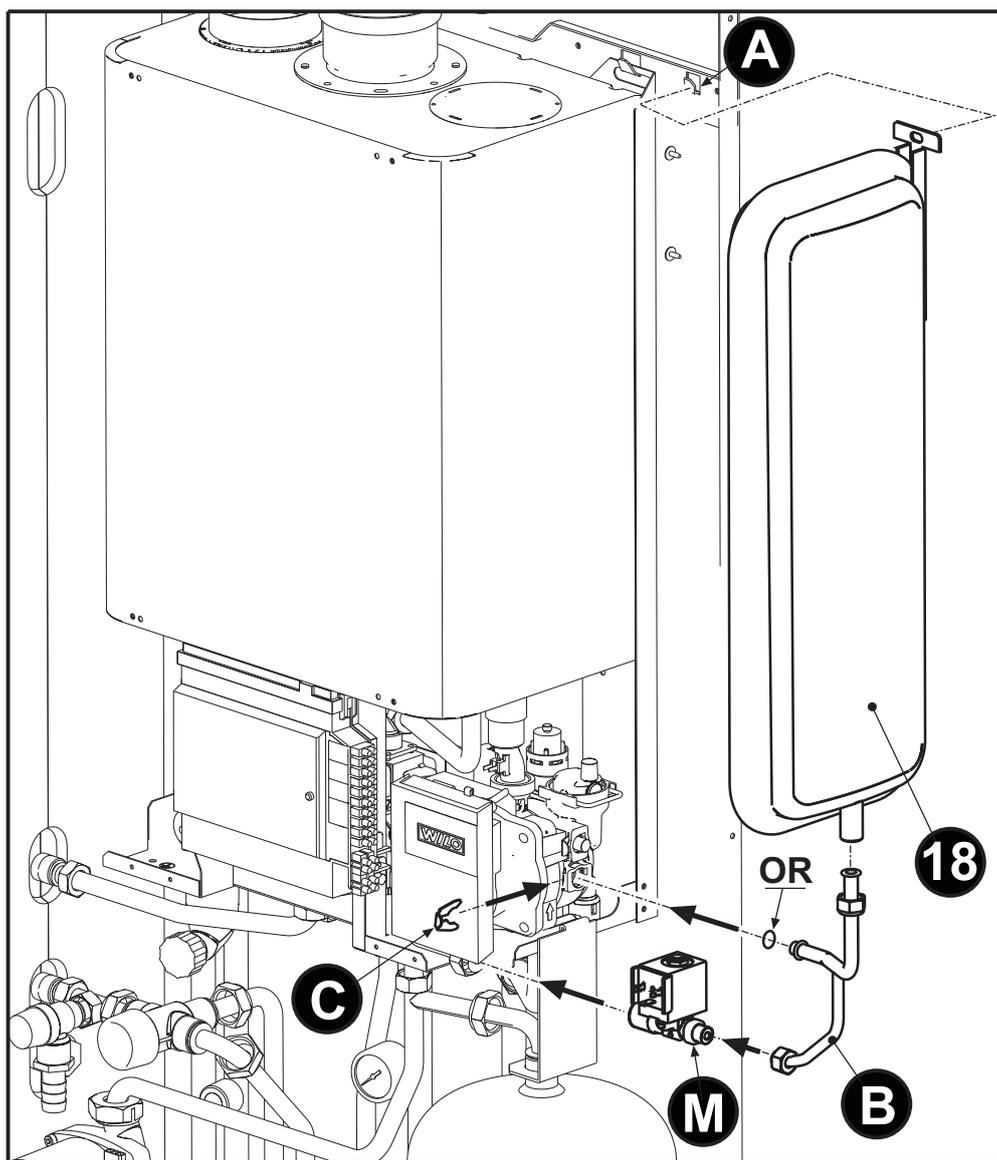

fig. 38
- Agganciare alla apposita staffa interna (A - fig. 38) il vaso di espansione "18". Collegare il tubo "B" alla pompa e successivamente il vaso di espansione e l'elettrovalvola "M" verificando di inserire a fondo la molletta di fissaggio (C - fig. 38) sulla pompa.